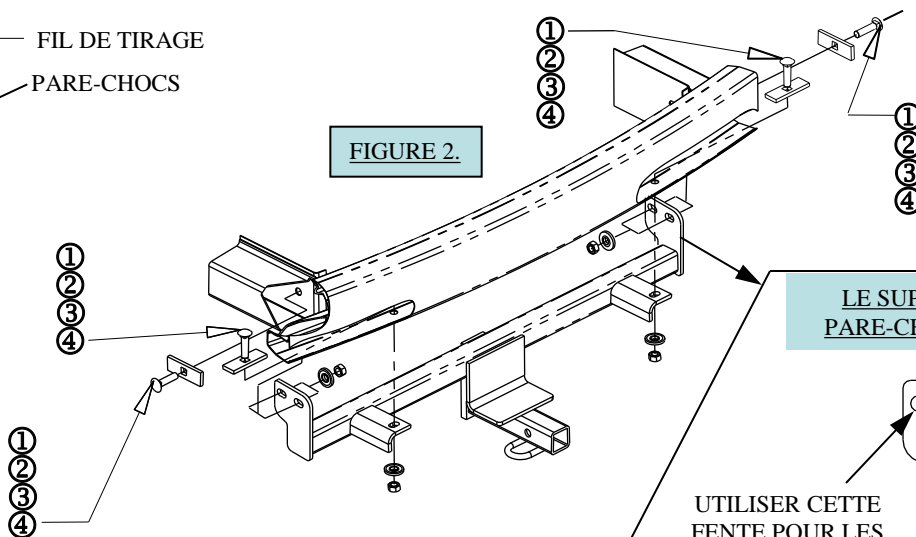

FIGURE 2.
- PLACER L'ATTELAGE COMME ILLUSTRÉ À LA FIGURE 2.
- À L'AIDE D'UN FIL DE TIRAGE, FAIRE PASSER LES BOULONS DE CARROSSERIE ET LES BLOCS À TRAVERS LES EXTRÉMITÉS DES SUPPORTS DE PARE-CHOCS COMME ILLUSTRÉ À LA FIGURE 2 ET SERRER TOUTE LA VISSERIE.